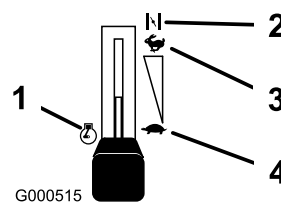

Figura 10
3. Mueva la palanca del acelerador a la posición Estárter antes de arrancar el motor si éste está frío (Figura 10).
5. Cuando el motor arranque, mueva el acelerador a la posición Rápido (Figura 10). Si el motor se cala o funciona irregularmente, vuelva a colocar el acelerador en Estárter durante unos segundos. Luego mueva el acelerador a la posición deseada. Repita este procedimiento tantas veces como sea necesario.
1. Ponga el acelerador en Rápido (Figura 10).